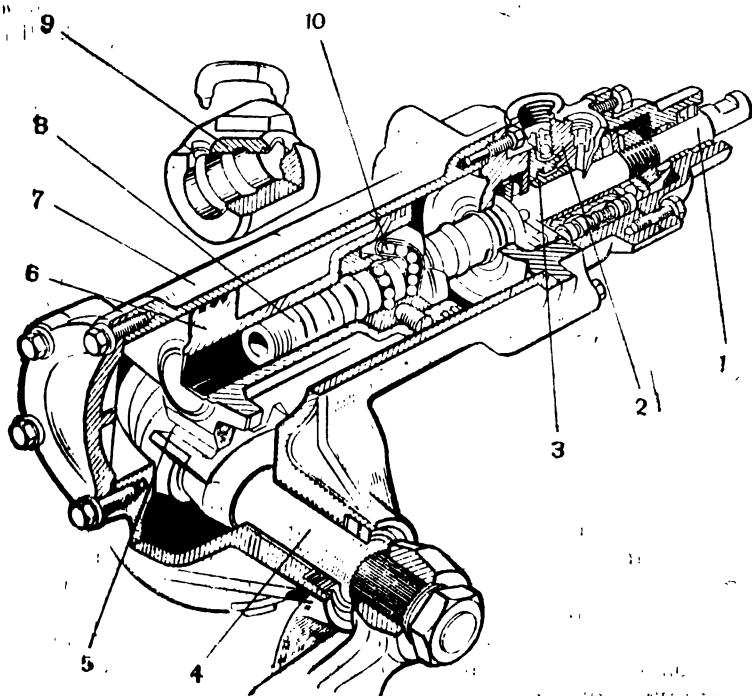

Рис. 49
III. Рулевой механизм какого автомобиля изображен на рис. 49?
V. На автомобилях ЗИЛ-130 рулевой механизм состоит из картера, винта, гайки, поршня, рейки и сектора. Какими цифрами эти детали обозначены на рис. 49?
VI. Как соединяется винт 8 с гайкой 9 (рис. 49)?
VIII. Как работает рулевое управление (рис. 49) с гидроусилителем при неработающем двигателе?
1. При неработающем двигателе рулевое управление работает без усилителя. При повороте рулевого колеса винт 8 передвигает гайку 9 с поршнем-рейкой (винт в осевом направлении не перемещается) и поршень-рейка поворачивает сектор 5 с валом сошки 4. Закрепленная на валу сошка через продольную тягу поворачивает рычаг левого поворотного кулака, а следовательно, и передние колеса. 2. Благодаря усилителю (усилитель работает всегда, независимо от того, работает двигатель или нет), вращение рулевого вала 1 (рис. 49) преобразуется в поступательное движение поршня рейки 6 в результате перемещения гайки по винту. Зубья поршня рейки 6 поворачивают зубчатый сектор 5, а вместе с ним и вал сошки 4, следовательно, и передние колеса.